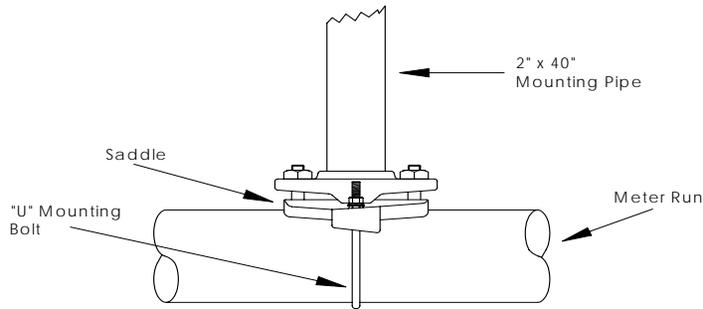
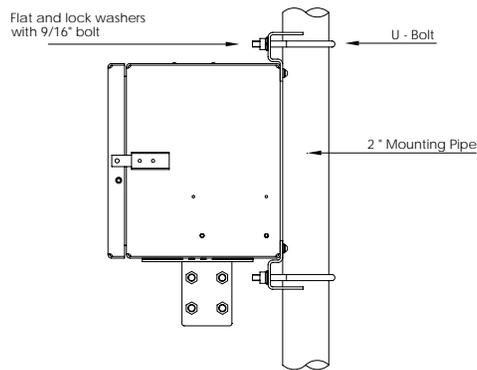

图 1 (管道鞍安装)
图 2 (管道安装)
4. 安装用于 μ FLO 的支撑（管道鞍、直接安装、地面中铺设的管道）。使用硅树脂喷剂或特氟纶胶带将 U 形螺栓贴到 2 英寸的管道上，以避免磨损。（请参见图 1 和图 2）